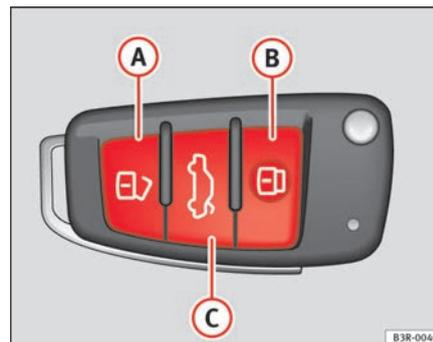

Fig. 78 Llave de control remoto: Teclas
- Pulse la tecla **A** ⇒ **página 111, fig. 78** durante aproximadamente 1 segundo.